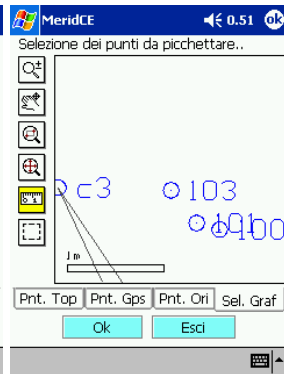

fig. 128
- c. **Sel. Graf** per picchettare dei punti grafici, selezionati graficamente fig 128. Per la selezione bisogna cliccare con il cursore i punti da picchettare (i punti selezionati cambieranno colore - rosso). Ciccando sull'icona vengono attivati i vari snap per la selezione grafica